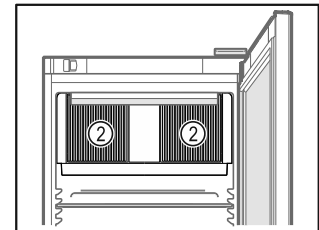

Fig. 61
- Hoidke ringlusõhupuhuri ventilatsioonipilud Fig. 61 (2) siseruumis vabad.